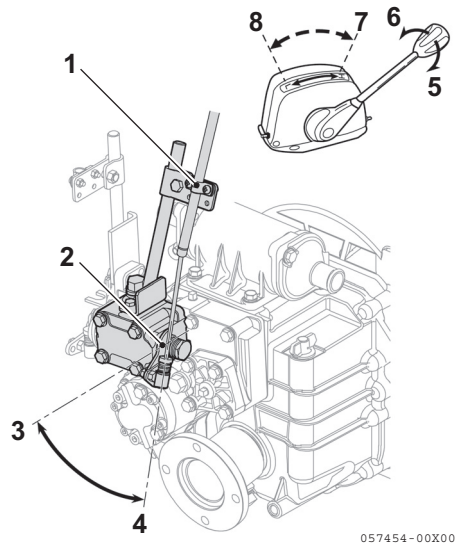

Abbildung 10
1. Stellen Sie sicher, dass sich der Trollinghebel (**Abbildung 10, (2)**) auf der Position für hohe Drehzahl (**Abbildung 10, (4)**) befindet, wenn der Trolling-Fernbedienungshebel auf hoher Drehzahl steht (**Abbildung 10, (7)**).
2. Stellen Sie sicher, dass sich der Trollinghebel auf der Position für niedrige Drehzahl (**Abbildung 10, (3)**) befindet, wenn der Trolling-Fernbedienungshebel auf niedriger Drehzahl steht (**Abbildung 10, (8)**).
(Abbildung 10, (1)) und die Position des Kabels einstellen.